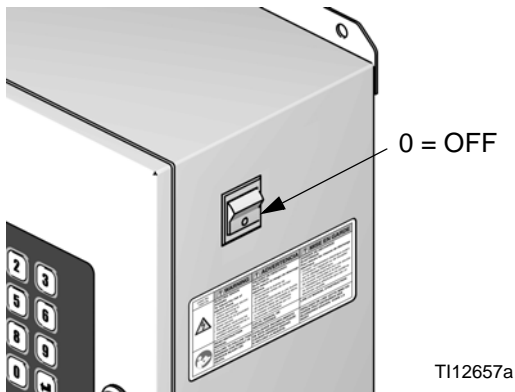

FIG. 33: Sistema Apagado
1. Apague la corriente del ProMix 2KS/3KS (posición 0). FIG. 33. Corte también la corriente en el disyuntor principal.